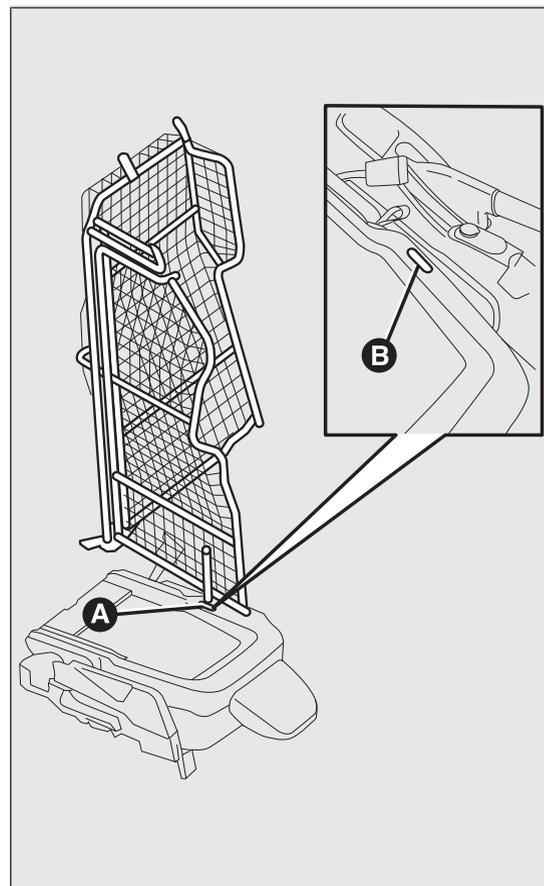

fig. 30
- dall'interno del vano di carico sganciare il perno A fig. 30, presente sulla parte posteriore della paratia, ed inserirlo nella sede B presente sullo schienale del sedile ribaltato.